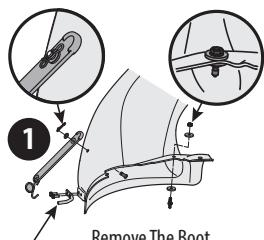

Figure 18
1. Installez une des courroies de fixation en caoutchouc sur le coude de la goulotte avec un axe de chape (711-05063), une rondelle (736-0204) et une goupille fendue (714-04040) fournies dans le kit de quincaillerie (689-02239A). Voir Figure 18. Fixez l'extrémité de la courroie (avec le trou plus éloigné), puis insérez le crochet du ressort de torsion (732-04510A) dans l'autre extrémité (1).
NOTE : Si votre plateau de coupe est équipé de roues avant, il est nécessaire de retirer la tige de montage pour permettre l'installation du coude de la goulotte. Voir Figure 18.
2. Insérez la goupille de montage du plateau de coupe (711-05049) dans le coude de la goulotte avec deux rondelles plates (736-0176) du kit de quincaillerie (689-02239A). Fixez le tout avec un écrou autobloquant (712-3027) comme indiqué dans la Figure 18.
3. Retirez la tige de montage et la quincaillerie, comme illustré dans la Figure 18.